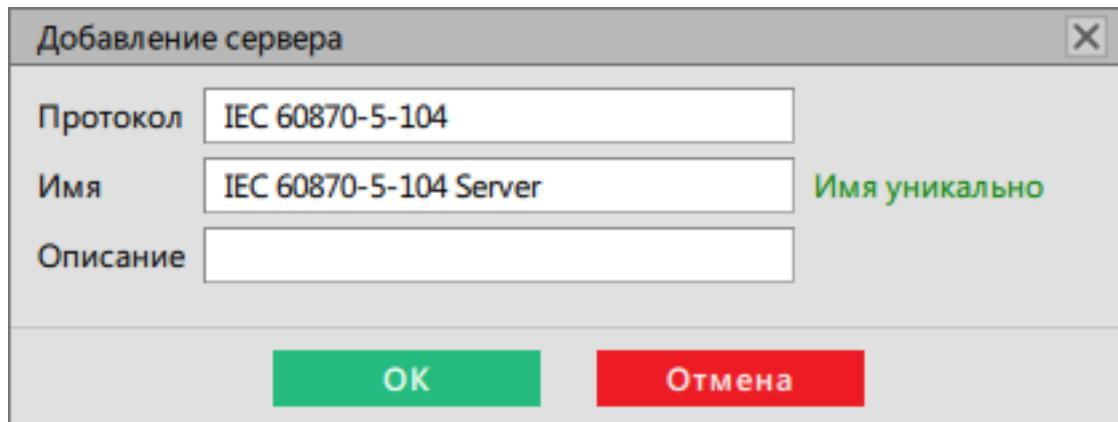

Рисунок 188 - Настройка сервера
- Укажите имя и описание, нажмите OK (Рисунок 188).